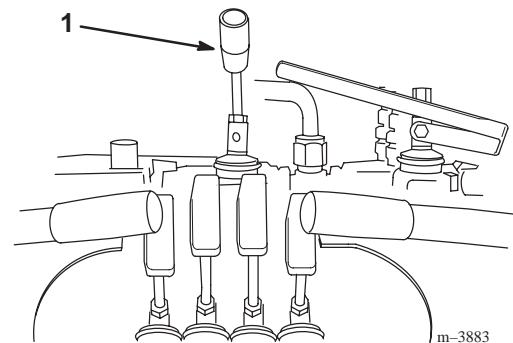

Bild 2
1. Drehen Sie den Hebel in das Geschwindigkeitswahl-Ventil (Bild 2).